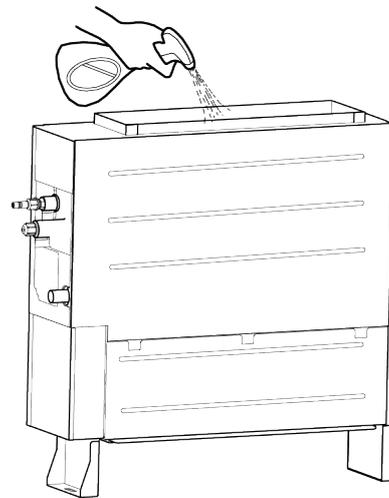

Fig. 4.3.10
- 2) Vaporisez 1 L d'eau sur l'évaporateur avec un pulvérisateur, voir Fig. 4.3.10.